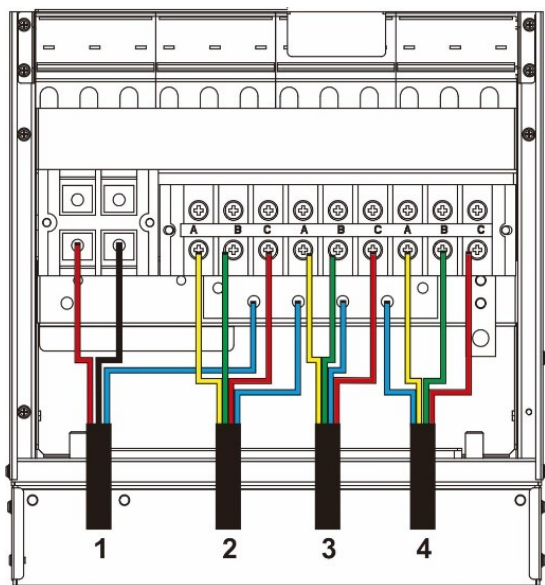
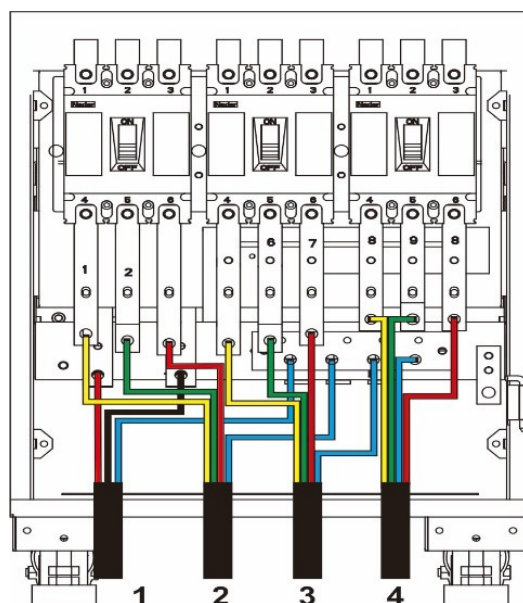

Рис. 3-9 Подключение силовых кабелей (40/60 kVA)
Рис. 3-10 Подключение силовых кабелей (80/120/160/200kVA)
- Схема подключения силовых кабелей в нижней части шкафа показана на Рис. 3-9 и Рис. 3-10.